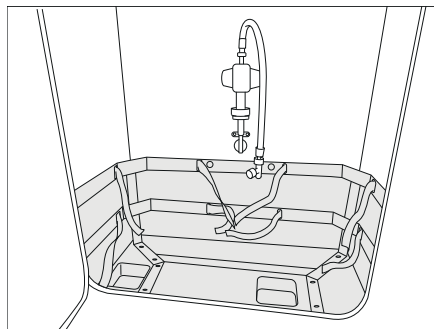
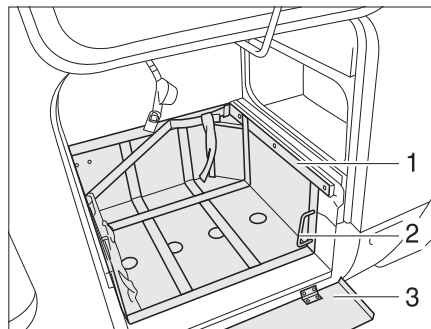

Bild 204 Gasbox
Bild 205 Gasbox, med utdragbara skenor
- Om det finns en skyddsplåt: Fäll ned skyddsplåten (Bild 205,3).
- Frigör sliden (Bild 205,1) med hjälp av handtaget (Bild 205,2).
- Drag ut sliden (Bild 205,3) till stoppläget.
- Vrid (Bild 205,2) handtaget.
- Frigör sliden (Bild 205,3) med hjälp av handtaget (Bild 205,2).
- Skjut in sliden (Bild 205,3) till stoppläget och vrid tillbaka handtaget (Bild 204,2).
- Om det finns en skyddsplåt: fäll upp skyddsplåten (Bild 205,1).